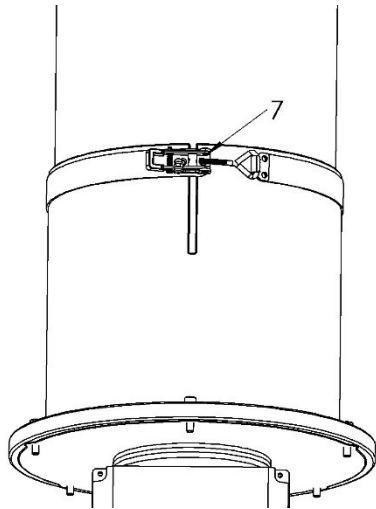

Fig 7
- 7) Отрегулируйте замок на прерывателе так, чтобы натяжитель оставался натянутым после закрытия зажима. Проверьте герметичность скребка, вытащив трубку подачи из камеры. Питательная трубка не должна двигаться. Рисунок 7.